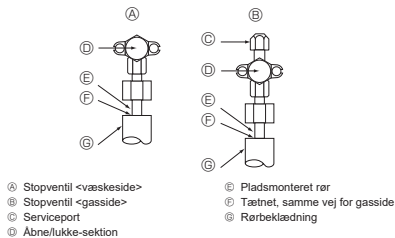

Fig. 4-4
4.4. Metode til lufttæthedstest for kølemiddelrør (Fig. 4-4)